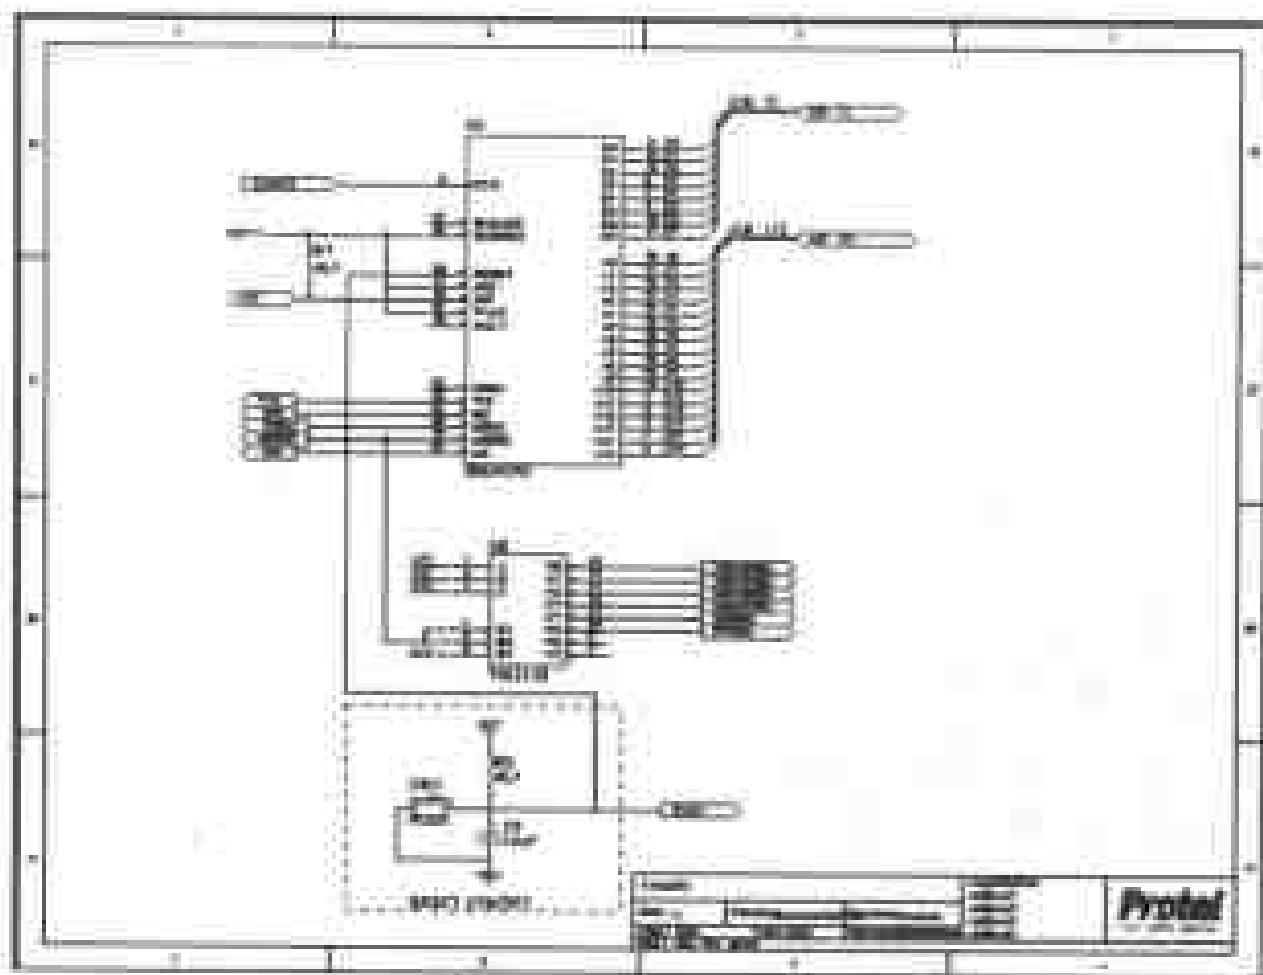

图 1-1 用 Protel 99 绘制的电路原理图
(1) 原理图设计部分(Schematic 99):主要用于电路原理图的设计,为绘制印刷电路板提供蓝本,图 1-1 就是一幅用 Protel 99 设计的电路原理图。